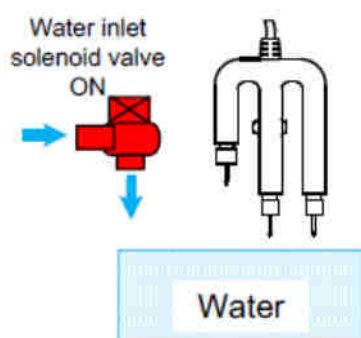

Imagen 1
- Cuando el agua está por debajo del nivel mínimo de agua la electroválvula está abierta para llenar el equipo (ver en la imagen 1)